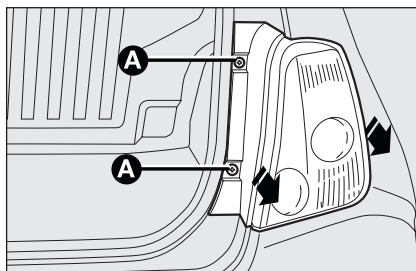

fig. 26
- ☐ Dévisser les deux vis de fixation **A-fig. 26** et extraire axialement le groupe optique, sans le tourner;